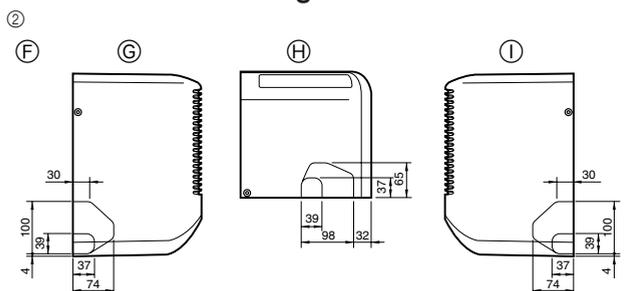

Fig. 4-3
- 2) Determinare la posizione dei fori di espulsione del corpo dell'unità (Fig. 4-3)